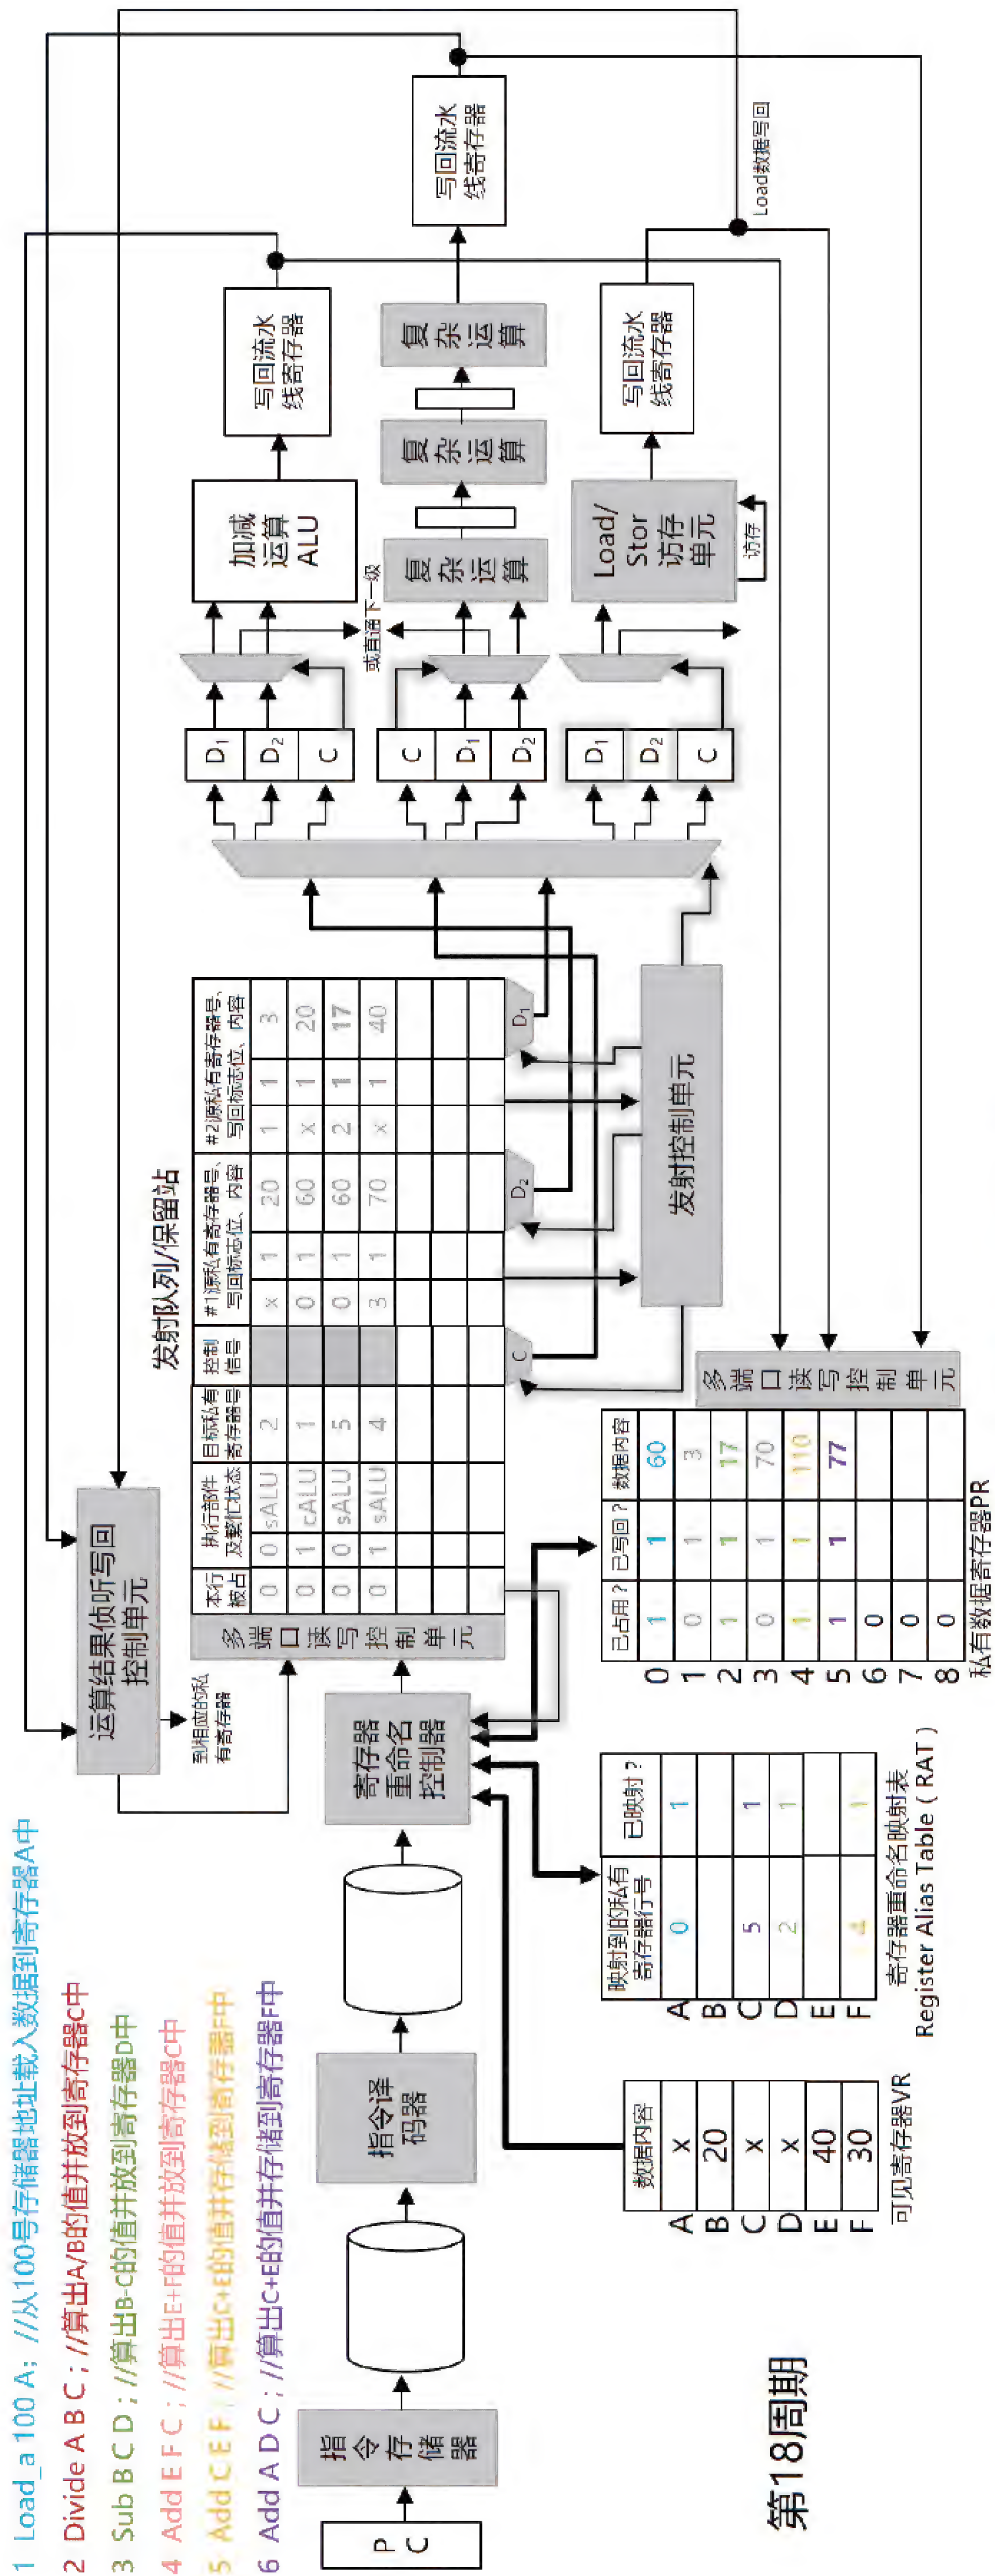

图4-66 第18周期执行过程
**第18周期：**如图4-66所示。本周期边沿时，紫色指令的执行结果被写入到私有寄存器的对应字段。整个过程完成。